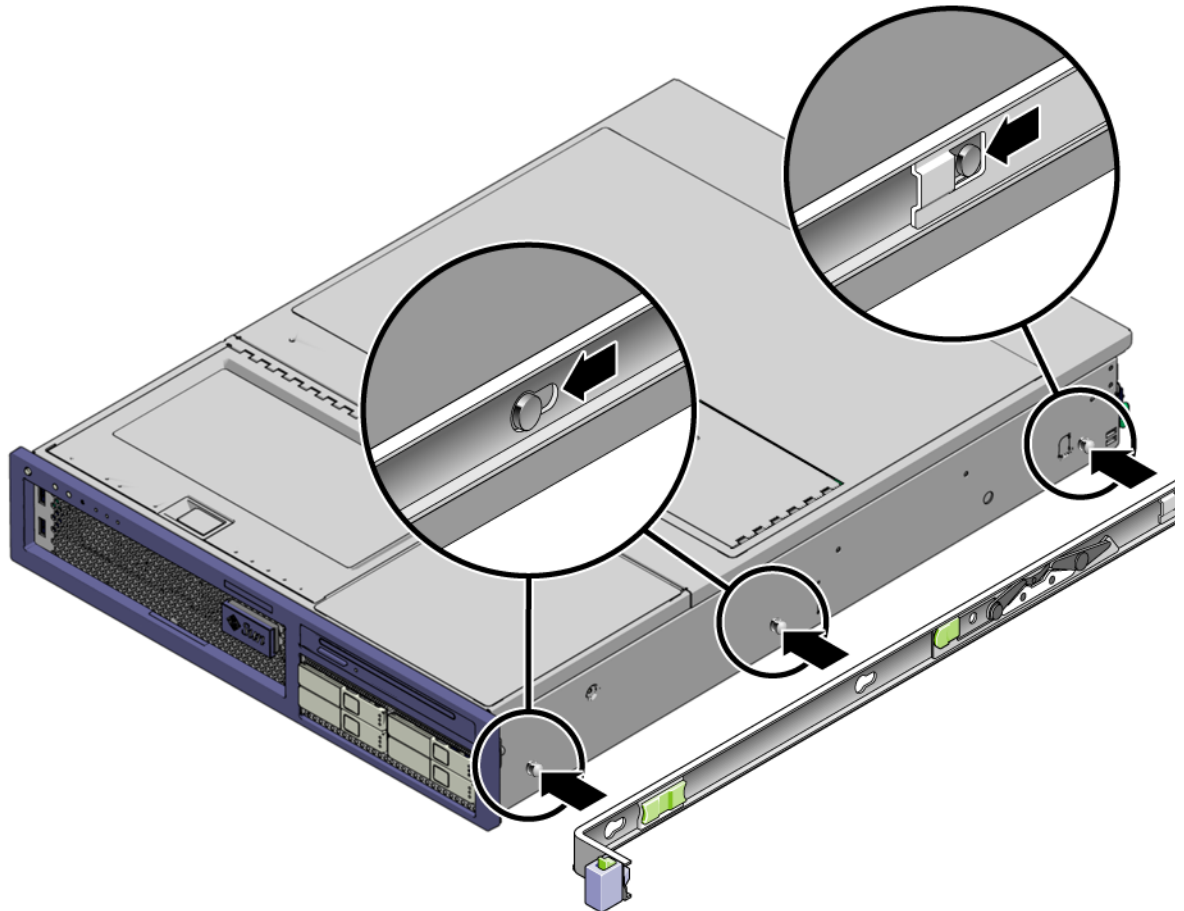

ABBILDUNG 2-4 Anbringen eines Montagebügels am Gehäuse
- a. Setzen Sie den Montagebügel so am Servergehäuse an (ABBILDUNG 2-4), dass sich die Schienensperre vorne befindet und die drei Schlitzte im Montagebügel mit den drei Ausrichtungstiften an der Gehäusesseite übereinstimmen.
- c. Alle drei Ausrichtungsstifte müssen fest in den Schlitzen sitzen und der hintere Ausrichtungsstift muss, wie rechts in **ABBILDUNG 2-4** gezeigt, die Bügelsperre ausgelöst haben.